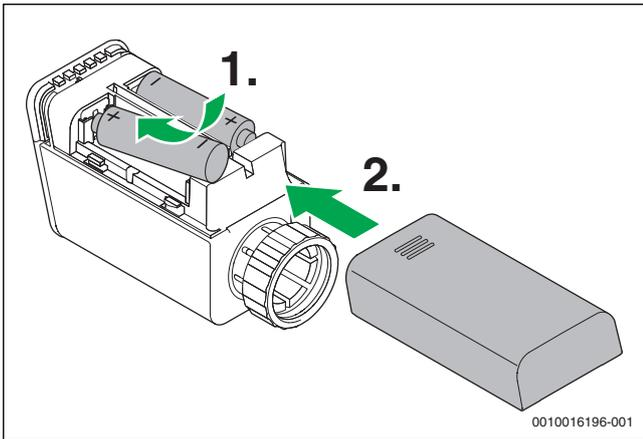

Fig. 7
- Togliere la batteria 1 (Fig 7 Pos 1).